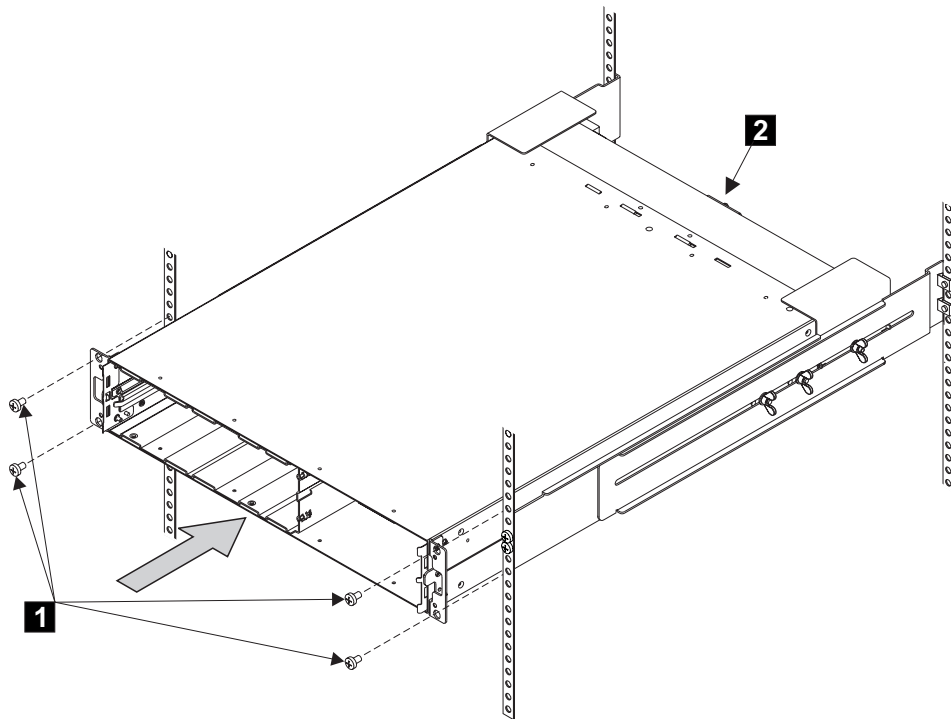

図 147. 2145 UPS のラックでの交換
5. 正面の皿頭ねじ **1** を取り付けます (図 147 を参照)。